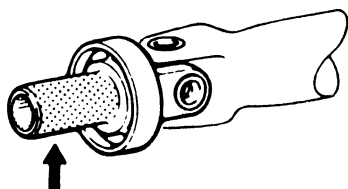

图 3-106 将轴套叉涂上齿轮油
(1) 如图 3-106 所示，对轴套叉涂敷所规定的准双曲面齿轮油。所规定的齿轮油为准双曲面齿轮油 API 分类 GL-4 级或更高级，SAE 粘度 80W、75~85W。